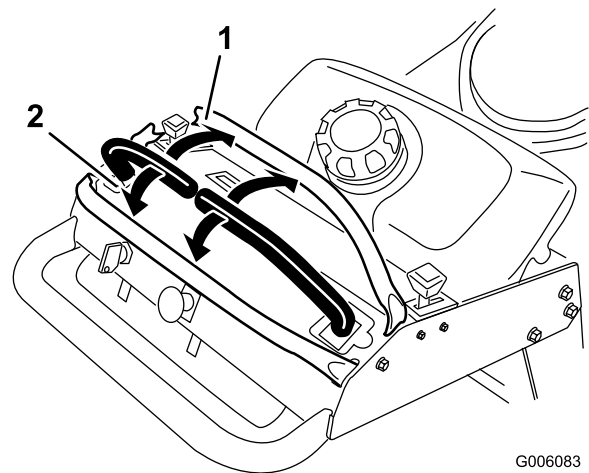

Bild 9
3. Schieben Sie für das Vorwärtsfahren die Fahrtriabshebel langsam vorwärts (Bild 9).
Wenden Sie zum Geradeausfahren auf beide Fahrtriabshebel denselben Druck an (Bild 9).
Bewegen Sie zum Wenden den Fahrtriabshebel in Richtung Neutral, in dessen Richtung Sie wenden möchten (Bild 9).
2. Ziehen Sie zum Rückwärtsfahren die Fahrtriabshebel langsam nach hinten (Bild 9).
Verringern Sie zum Wenden den Druck auf den Fahrtriabshebel an der Seite, in deren Richtung Sie wenden möchten (Bild 9).